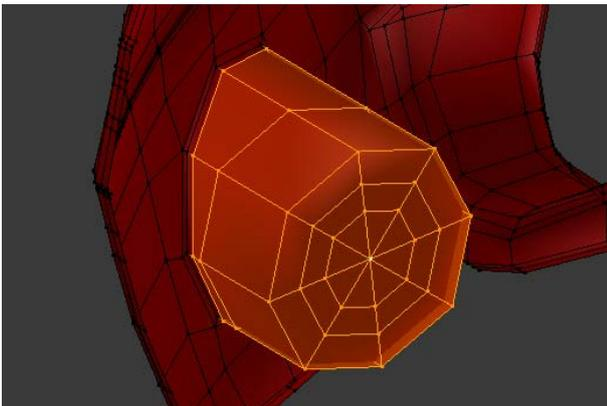

Figura 4.209
12. Seleccione o contorno interior do octógono e faça uma pequena extrusão em yy, **[E] > [Y]**. Em seguida faça nova extrusão em yy, levando o contorno para além da face lateral, figura 4.209. Faça nova extrusão em yy e depois uma série de extrusões e escalamentos no plano xz, e, por fim, funda o contorno num só vértice, **[Alt]+[M] > At Center**, de modo a fechar o interior da cavidade do farol de nevoeiro. Nas figuras 4.209 e 4.2010 pode ver o efeito desejado, a partir de um ponto de observação da malha no interior do pára-choques,.